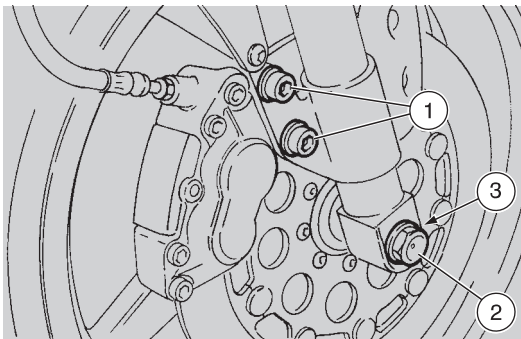
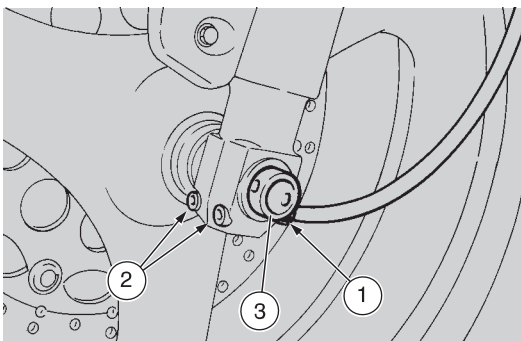

Fig. 34
Fig. 35
- togliere le due viti di fissaggio della pinza freno (1-Fig. 34);
- scollegare il rinvio del contachilometri (1-Fig. 35);
- allentare la vite del perno ruota (2-Fig. 34);
- allentare le quattro viti dei morsetti forcelle (3-Fig. 34 - 2-Fig. 35);
- togliere la vite del perno (2-Fig. 34);
- svitare ed estrarre il perno (3-Fig. 35);
- inserire il perno (3-Fig. 35);
- inserire e avvitare la vite (2-Fig. 34), sino ad assestare il perno nella sede;
- posizionare correttamente il rinvio contachilometri (1-Fig. 35);
- serrare le quattro viti dei morsetti forcelle (3-Fig. 34) (2-Fig. 35);
- serrare la vite (2-Fig. 34).
- montare la pinza freno e serrare le viti (1-Fig. 34).